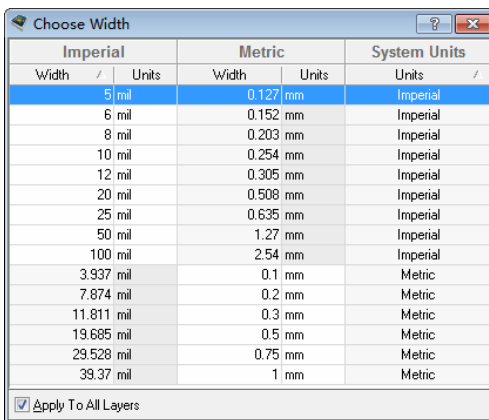

图 14-13 走线宽度选择对话框
在交互式布线状态,按下快捷键 **Shift + W**,打开走线宽度选择对话框,如图 14-13 所示。可以从中选择系统预定义的走线宽度,每一种宽度都用英制和公制同时表示,第三列 **Units** 表示走线宽度实际采用的长度单位。例如,选用 **5mil** 线宽时,系统采用英制单位;选用 **7.874mil** 时,系统采用公制单位。选择后,所使用的长度单位可以通过状态栏观察。
1) Favorite Interactive Routing Widths: 打开交互式布线宽度对话框, 如图 14-13 所示。